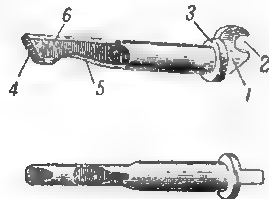

Рис. 32. Направляющий стержень:
33. Направляющий стержень (рис. 32) служит для направления боевой пружины и размыкания спусковой тяги с коромыслом. Он имеет: головку с вырезом для соединения с курком; кольцевой выступ для упора конца боевой пружины; срез для опускания спусковой тяги при взведении курка; нижний вырез, обеспечивающий подъем переднего конца спусковой тяги вверх и разъединяющий своим задним срезом при спуске курка спусковую тягу с коромыслом; боковые срезы для прохода в овальное отверстие коромысла.